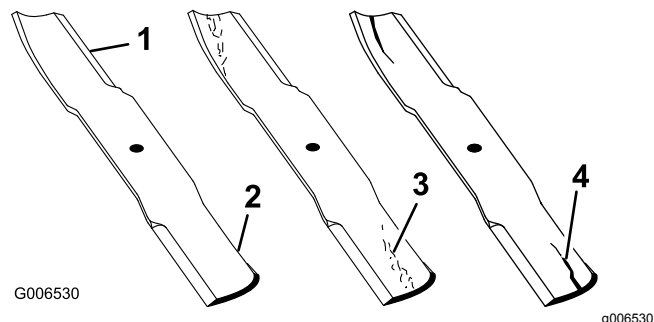

Figure 101
1. Examinez le tranchant des lames (Figure 101).
4. Remplacez immédiatement toute lame fendue, usée ou qui présente une entaille (Figure 101).